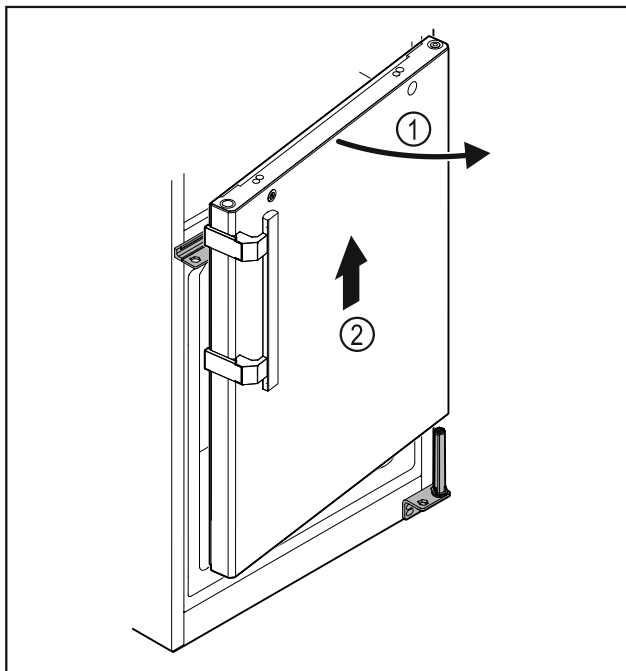

Fig. 28
- ▶ Abrir ligeramente la puerta Fig. 28 (1), levantarla aproximadamente 200 mm hacia arriba y retirar Fig. 28 (2).